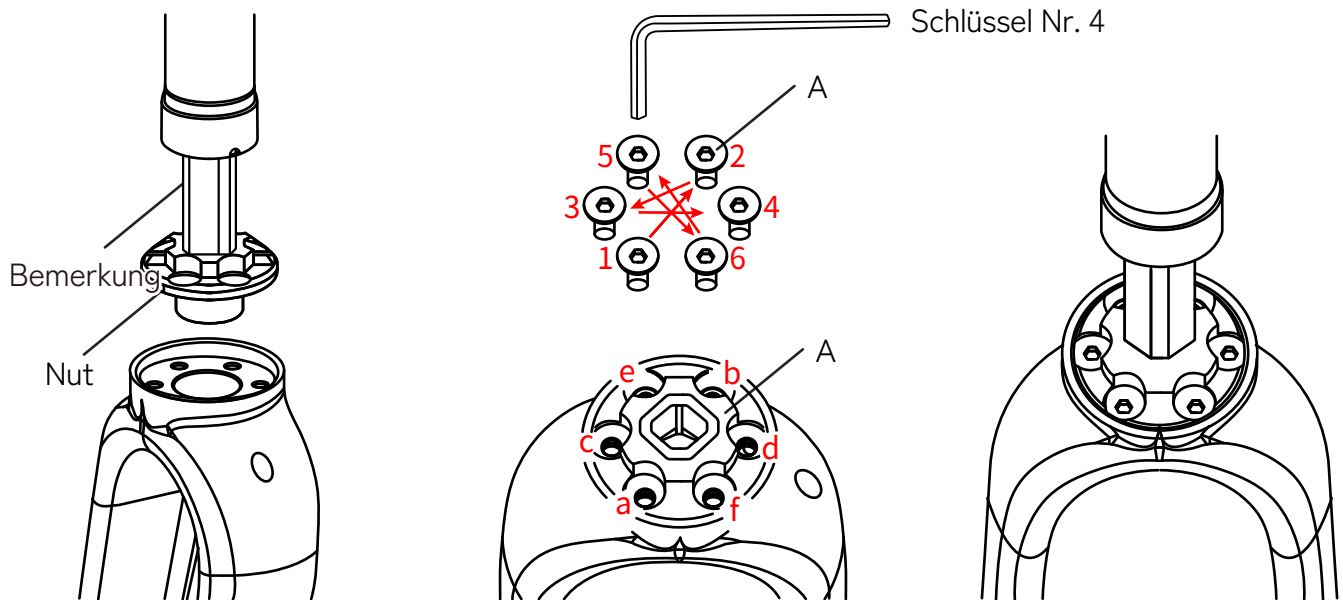

Abbildung A-2
3. Wie in Abbildung A-2 dargestellt, richten Sie die Nut an der Vorderseite der Gabel aus und verwenden Sie die von RST vorgesehene Methode der Schraubenbefestigung. maniere Verwenden Sie den Innensechskantschlüssel Nr. 4, um die Schrauben im Uhrzeigersinn festzuziehen, und überprüfen Sie die Ebene A~A visuell auf 1~2 mm.